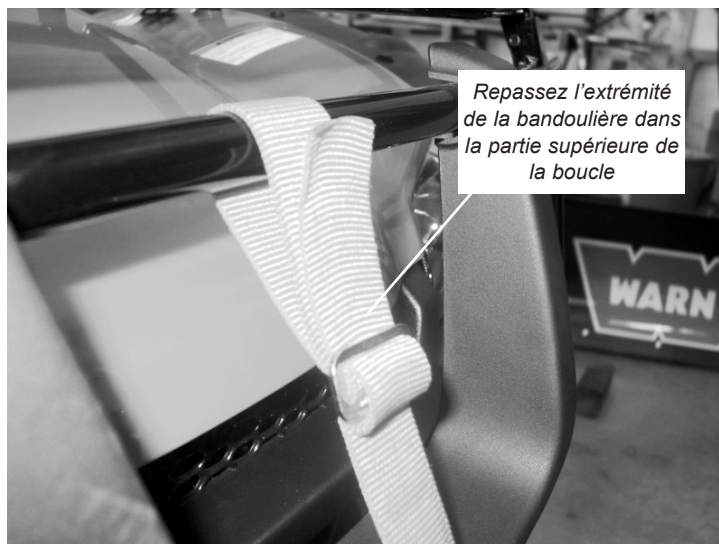

Figure 10 Ramenez l'extrémité de la bandoulière en arrière
3. Une fois la bandoulière mise en place, enfillez-en l'excédent dans la partie supérieure de la boucle tel qu'indiqué à la Figure 10. Enroulez l'excédent de bandoulière à l'écart de toute pièce mobile du VTT susceptible d'émettre de la chaleur.